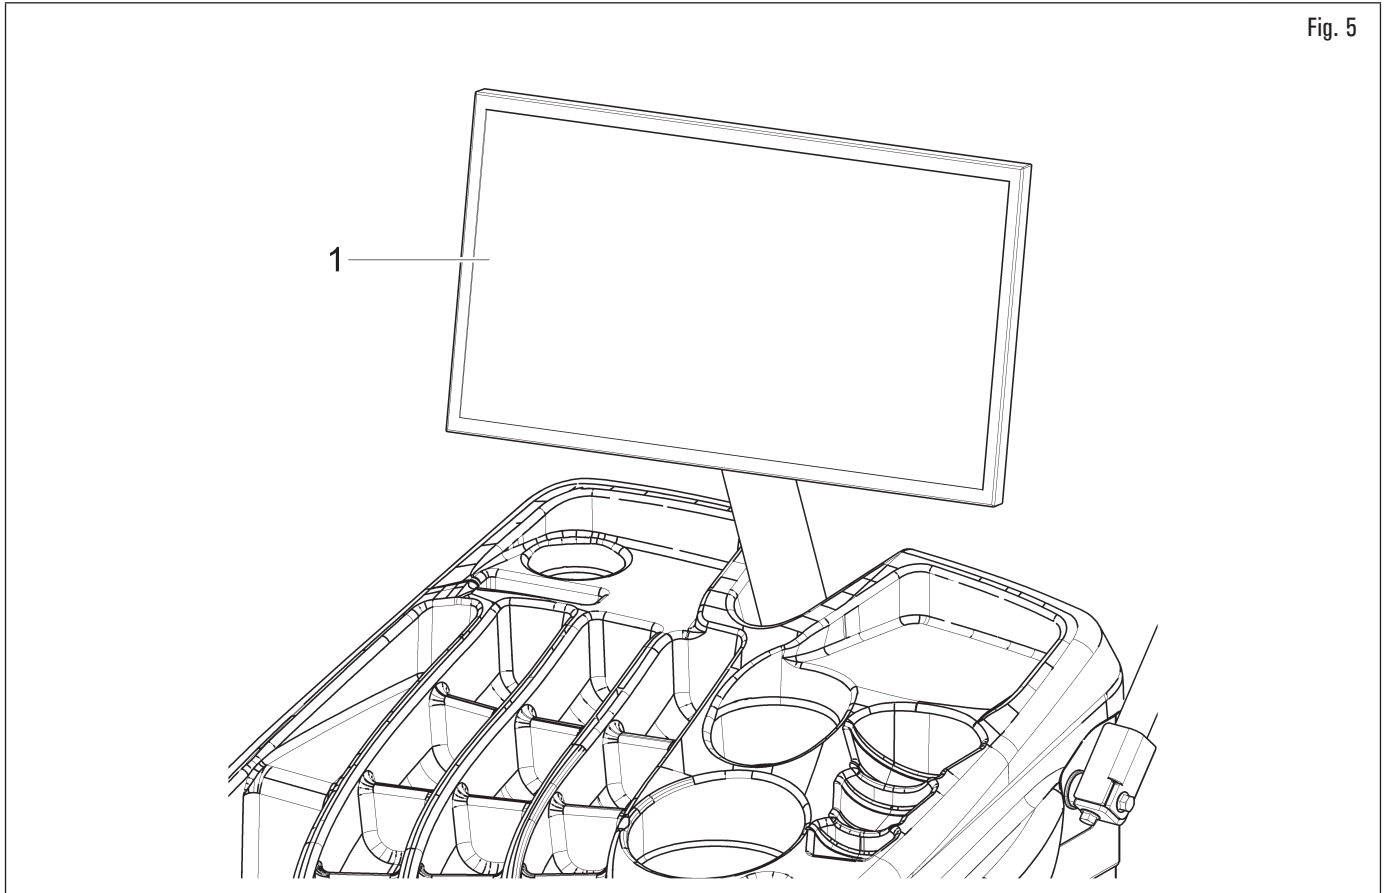

Fig. 5
Las equilibradoras están equipadas con un panel de control táctil (Fig. 5 ref. 1).